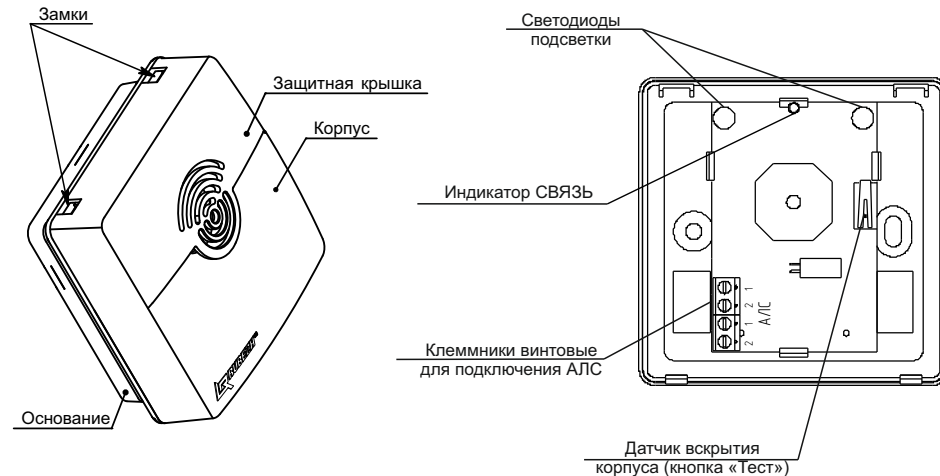

Рисунок 3
2.5 Для информации о состоянии оповещателя предусмотрен оптический индикатор СВЯЗЬ (см. рисунок 3). Режимы индикации приведены в таблице 1.
- 6.5 Для установки оповещателя необходимо отжать замки и аккуратно отсоединить корпус вместе с защитной крышкой от основания (см. рисунок 3).